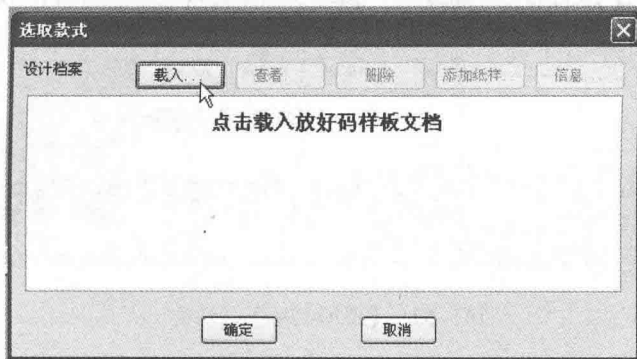

图5-50 【选取款式】对话框
(2) 单击【确定】，弹出【选取款式】对话框（图 5-50）。